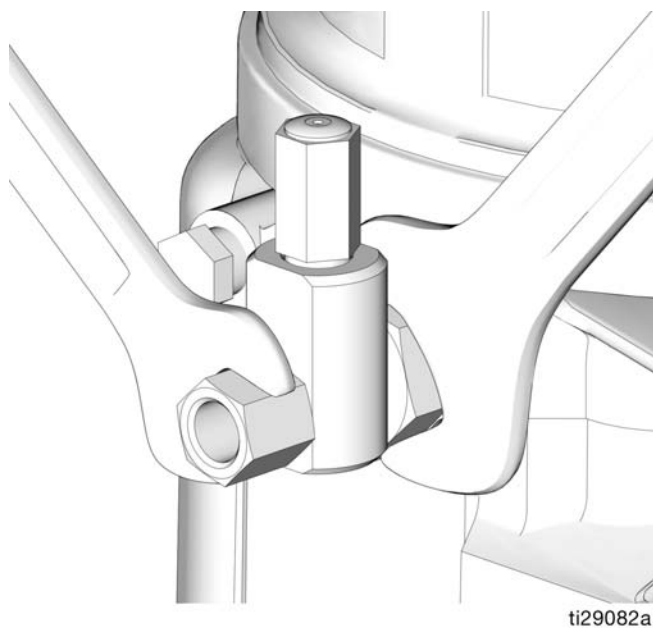

Рис. 26
1. Ослабьте фитинг патрона насоса (Рис. 26).
3. Затяните фитинг патрона насоса, поворачивая два ключа в противоположные стороны (Рис. 26).